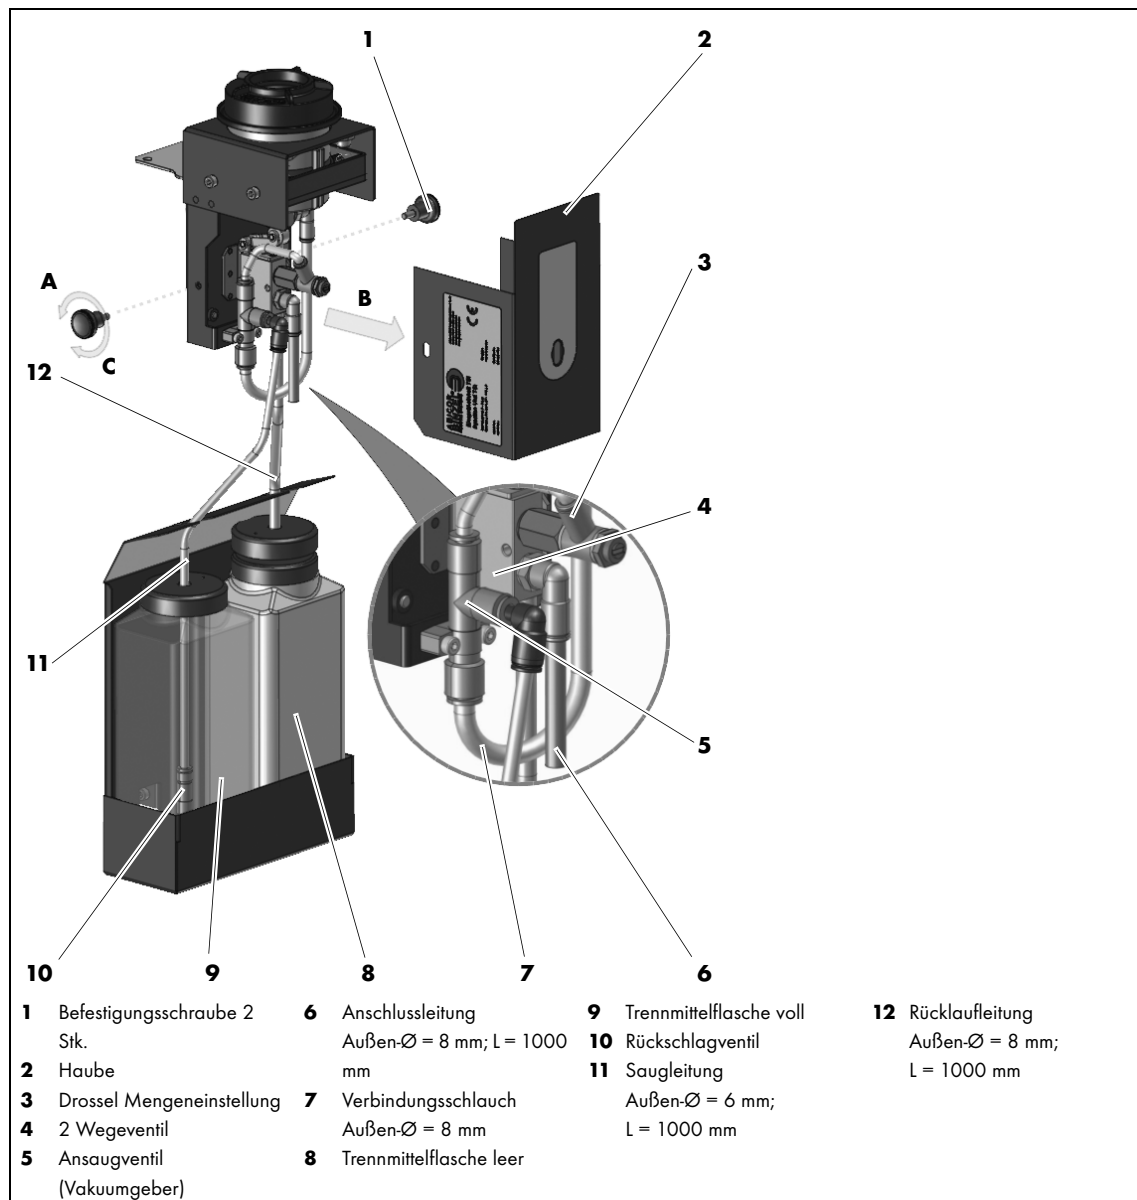

Abb. 6 Druckluftleitung anschließen
<ul style="list-style-type: none"> Auffangbehälter (4) auf Funktion überprüfen, ggf. entleeren und reinigen ⇒ 9.2 Auffangbehälter entleeren und reinigen auf Seite DE-15 Rücklaufleitung (12) auf Funktion prüfen, ggf. demontieren und mit Druckluft ausblasen. ⇒ Abb. 6 Druckluftleitung anschließen auf Seite DE-10 	<ul style="list-style-type: none"> Dichtgummi (1) auf Verschleiß und Beschädigung prüfen, ggf. austauschen ⇒ 9.4 Dichtgummi austauschen auf Seite DE-17